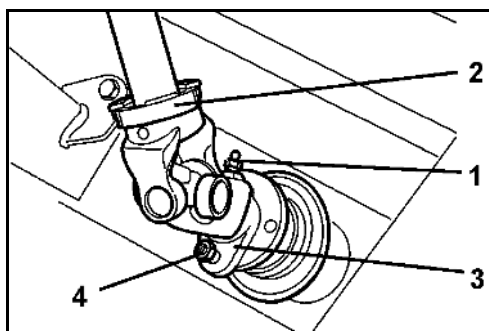

Bild 53
9. Dra på halva skyddet (Bild 53/1).
10. Vrid skyddstratten (Bild 53/2) till det låsta läget.
11. Skruva i stoppskruven (Bild 53/3).